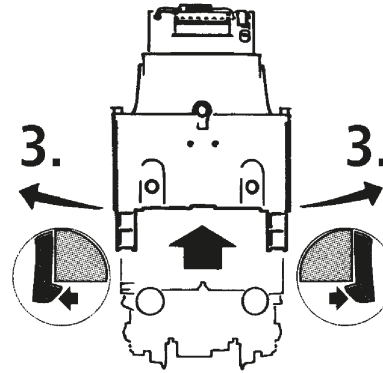

Fig. 9
4. Haftreifenwechsel: Zuerst die Drehgestellblende abnehmen. Danach den **Haftreifen** mit einer Nadel oder einem feinen Schraubendreher abziehen. Beim Aufziehen des neuen Haftreifens bitte darauf achten, dass dieser sich **nicht verdreht** (Fig. 9).
4. Change of traction tyre: Remove bogie blind. Take out the **wheel set** and remove the **traction tyre** using a pin or a fine screwdriver (fig. 9). When pressing on the new traction tyre please **avoid twisting it**.
4. Échange des bandages d'adhérence: Démontez d'abord les flancs de bogies (fig. 11). Envelez les bandages d'adhérence à l'aide d'une aiguille ou d'un tourne-vis fin. Lors du montage des nouveaux bandages veuillez veiller à ce que les bandages **ne soient pas tor-dués** (fig. 9).